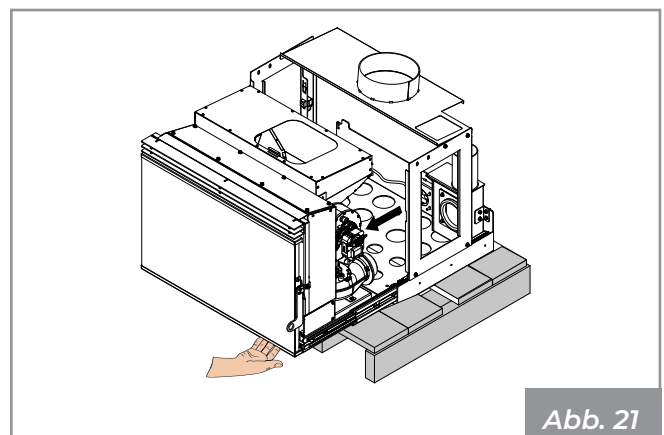

Abb. 21
- Entfernen Sie den Sicherheitsbügel ( **C** ), indem Sie die Befestigungsschrauben herausdrehen. Heben Sie den Hebel ( **D** ) an, um den Schlitten zu entriegeln. (**Abb. 21**)
- Schließen Sie die Tür und ziehen Sie die Maschine bis zum Ende des Schienenweges nach außen (**Abb. 21**).